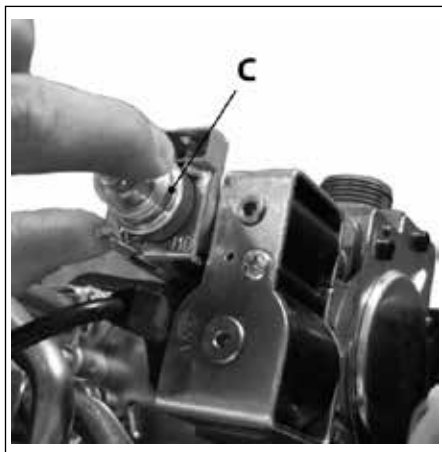

Рис. 47 Катушка модуляция газового клапана
- Снять пластиковый колпачок **С** (смотри Рис. 47 Катушка модуляция газового клапана) с верхней части бобины модулятора газового клапана, который предохраняет винты регулятора давления.